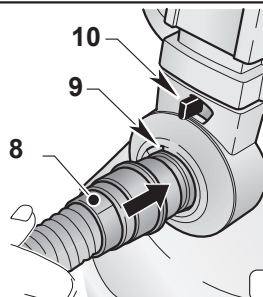

Fig. 6
- Introdurre, fino a finecorsa, il manicotto (8 Fig. 6) del tubo di aspirazione nella bocchetta (9 Fig. 6) presente sul fusto.
- Per sganciare il manicotto (8 Fig. 6) spostare la levetta (10 Fig. 6) in senso orario quindi tirare verso l'esterno il manicotto (8 Fig. 6).